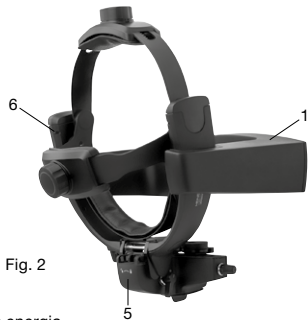

Fig. 2
Para carregar, insira o oftalmoscópio binocular indireto OMEGA 600 (5) no Wall Charger CW1 (1), como mostrado na Fig. 2. O indicador de contato (2) no Wall Charger CW1 (1) indica contato com o OMEGA 600 (5). O indicador de estado da carga (6) está localizado no compartimento da bateria do OMEGA 600.